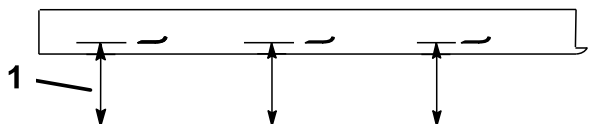

Figura 50
2. Mida desde una superficie nivelada hasta el filo de corte, posición A, de las cuchillas (Figura 50). Anote esta dimensión.